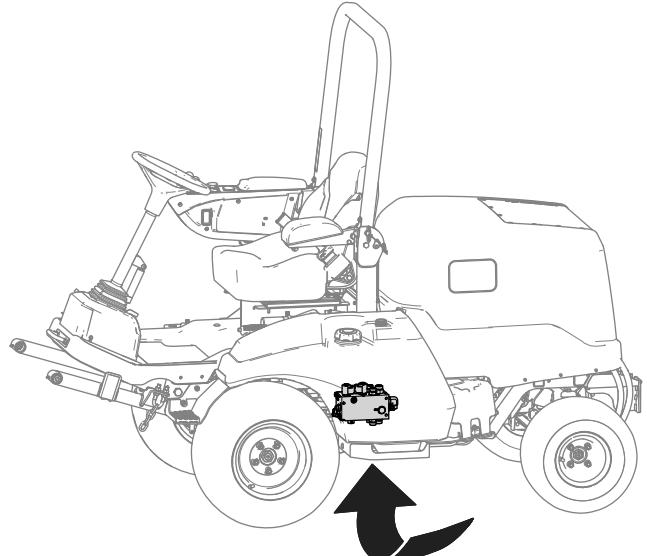

Bild 19
- Suchen Sie den Hubverteiler unter der Maschine (Bild 19).